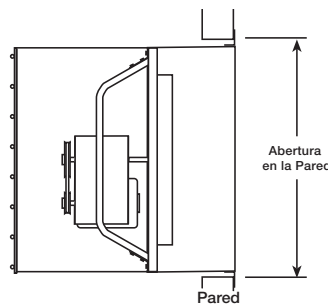

Figura 4 — Instalación de Protector a Través de la Pared
- b. La Figura 4 muestra la instalación del protector a través de la pared para ventiladores aspirantes. Primero monte el ventilador adentro del protector. Luego deslice el protector con el ventilador adentro a través de la pared. Se proporcionan sujetadores para esta opción. Son tornillos de plancha de 5/8" hasta 121,9 cm de